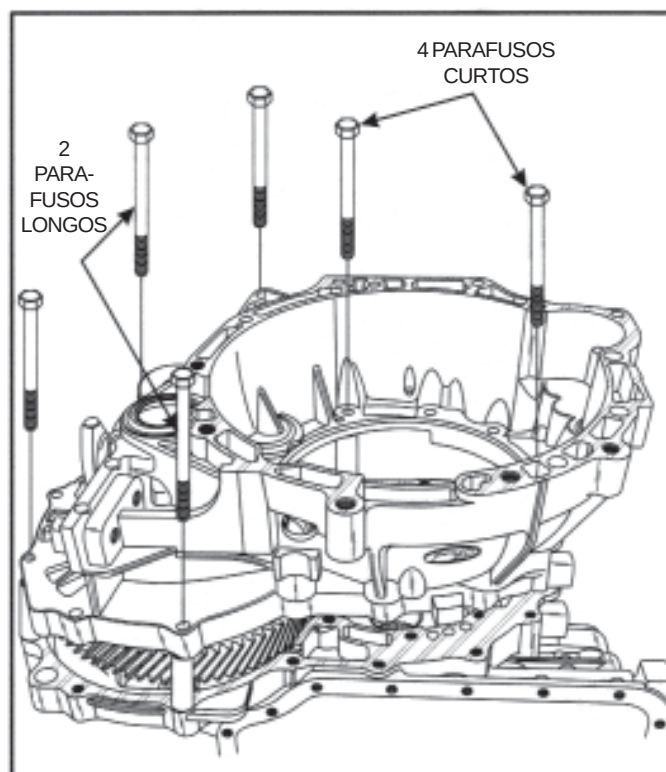

Figura 140
56. Instale os 2 parafusos longos do jogo de ferramentas para seleção de calços (308-164) nas posições indicadas na Figura 140.
57. Instale os 4 parafusos mais curtos do jogo de ferramentas para seleção de calços (308-164) nas posições remanescentes (Vide Figura 140).